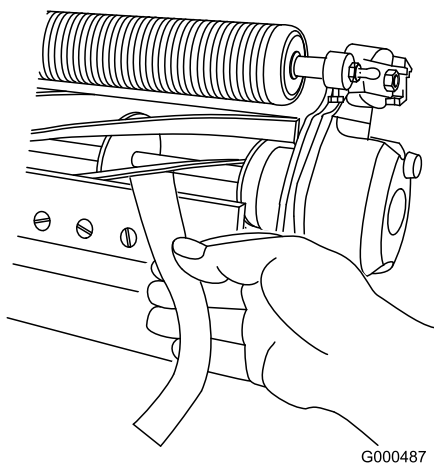

Figura 47
11. Testate le performance di taglio inserendo una lunga striscia di carta per le performance di taglio (n. cat. Toro 125-5610) tra il cilindro e la controlama, perpendicolarmente alla controlama (Figura 47). Lentamente ruotate il cilindro in avanti; dovrebbe tagliare la carta